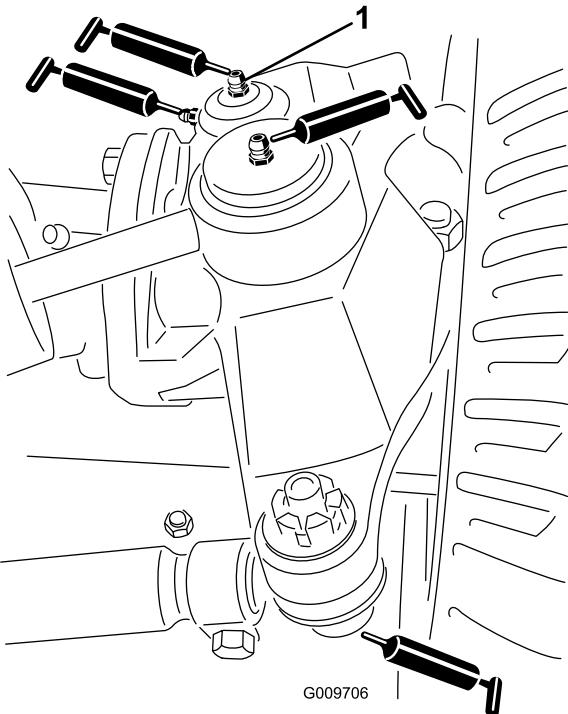

Figura 35
- Giunti a sfera del cilindro di sterzo (2) come illustrato nella Figura 35
- Giunti a sfera del tirante (2) come illustrato nella Figura 35
- Boccole del perno del fuso a snodo (2) come illustrato nella Figura 35